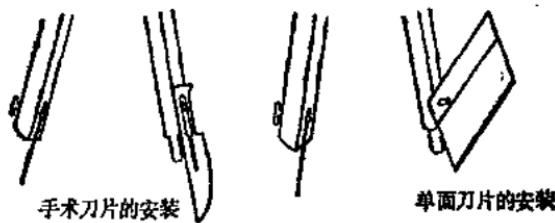

图 3
2. 用螺丝把手术刀片安装在圆规上就行了。如果用单面刀片, 那就要在刀片上钻一个小孔, 同样用螺丝装在圆规上就行了, 见图 3。